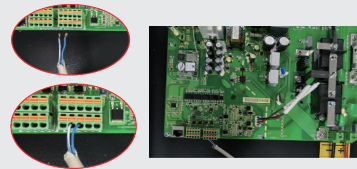

Fig. 6
**E** L'altra estremità del cavo «Alla batteria» deve essere collegata alla porta CAN della scatola BYD BMU. Prima di questo, occorre identificare il filo blu-bianco e il filo blu. Quindi, collegare il filo blu-bianco al secondo foro di alloggiamento e collegare il filo blu al terzo foro di alloggiamento (Fig. 6).